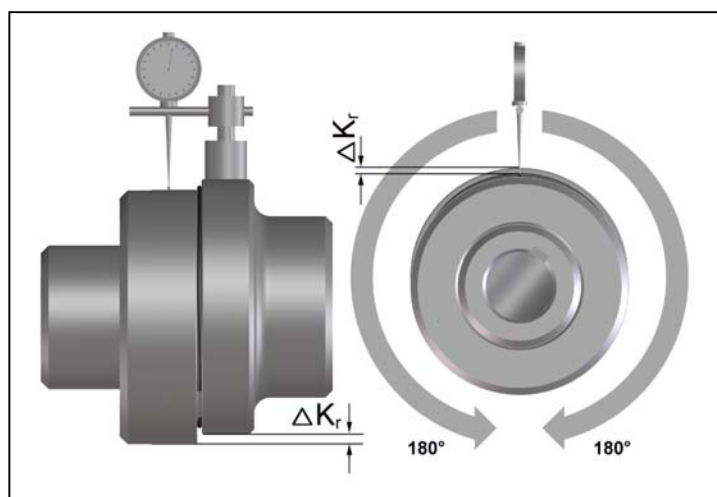

Fig. 7
- Mesurer sur un tour complet (360°). Ce faisant, déterminer la déviation la plus grande ΔK_{r1} et la déviation la plus petite ΔK_{r2} (Fig. 7).